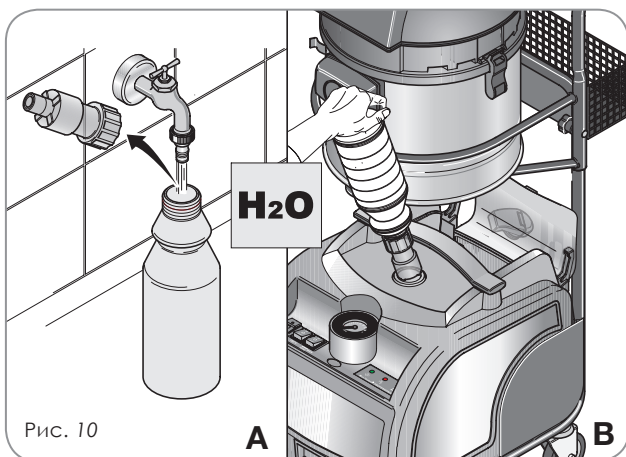

Рис. 10
Во время заполнения водой котла переключатель (2 – Рис.10) и звуковой сигнал выключены.
Включить устройство, нажав на главный выключатель, размещенный на панели управления. (Нажатый выключатель загорается 1 – Рис. 10)
Переведите выключатель (поз.1 Рис. 10) в позицию О. После наполнения резервуара водой вновь переведите переключатель в позицию I и проконтролируйте, что прибор вновь стал под давлением.
- Если в процессе наполнения котла датчик уровня воды в резервуаре остался полностью открытым, система немедленно блокирует функцию подачи воды, а сигнальная лампочка (2, Рис. 10) начинает мигать и звучит прерывистый звуковой сигнал.
- Каждый раз, когда датчик уровня воды в резервуаре обнаруживает ее недостаток, система немедленно блокирует функцию подачи воды в котел, а сигнальная лампочка (поз. 2, Рис. 10) начинает мигать и звучит прерывистый акустический сигнал.
ВНИМАНИЕ! Если в процессе наполнения датчик уровня воды в котле остается открытым более 3 минут, система отключает функцию нагревания и наполнения, лампочка начинает мигать и звучит акустический сигнал. В этом случае следует перезапустить парогенератор, отключив и снова включив главный выключатель (1, Рис. 10).